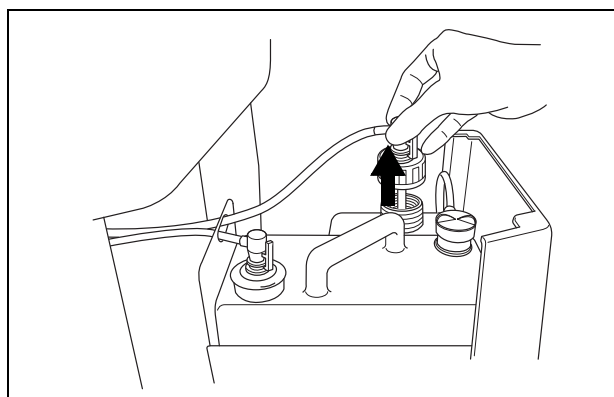

Рис. 7.92
6. Снимите крышку резервуара спирта, к которой подсоединена трубка (не отсоединяйте данную трубку) (см. Рис. 7.92).